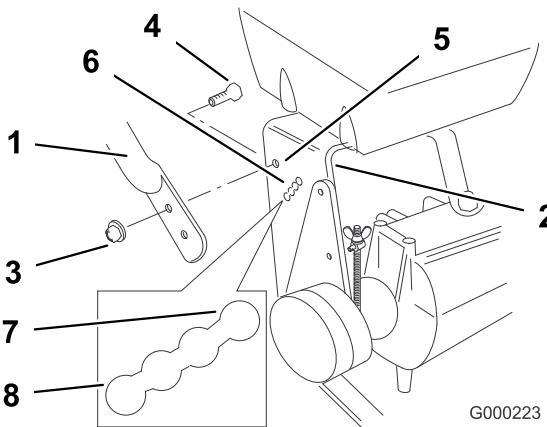

Figure 3
1. Alignez le guidon sur les trous de montage supérieurs du bâti arrière (Figure 3).
2. Fixez le guidon dans chaque trou de montage supérieur avec un boulon à embase (3/8 x 1 pouce) assorti d'un écrou à embase (3/8 pouce) (Figure 3).
3. Choisissez la position inférieure pour le trou de montage inférieur (Figure 3).
4. Fixez le guidon dans chaque trou de montage inférieur avec un boulon à embase (3/8 x 1 pouce) assorti d'un écrou à embase (3/8 pouce) (Figure 3).